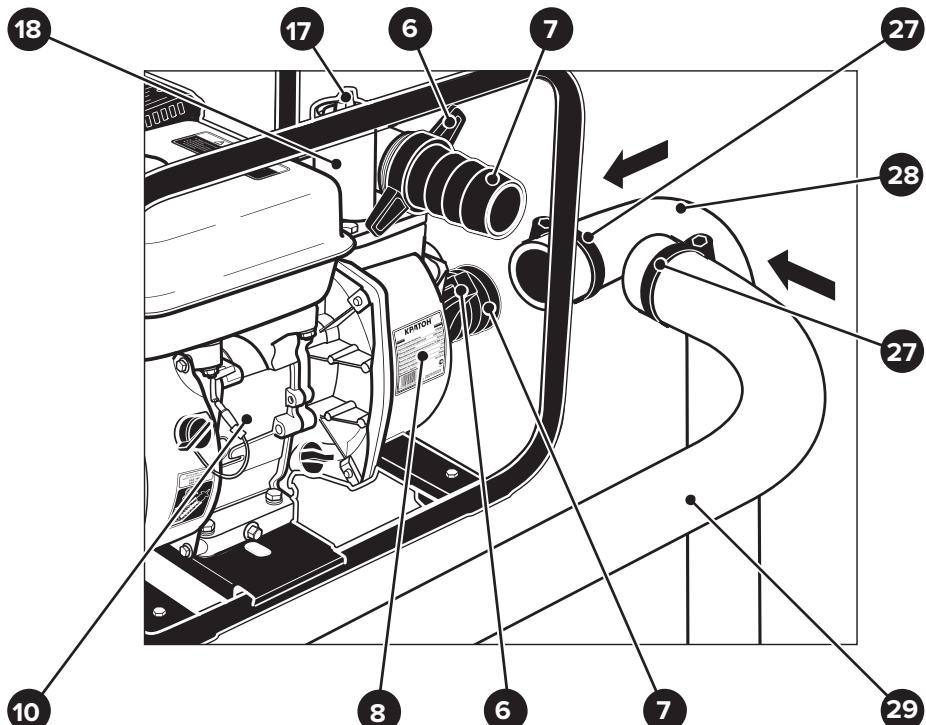

Рисунок 5 — Подсоединение всасывающего шланга и выпускного шланга к мотопомпе
- Установите выключатель 12 цепи зажигания двигателя 10 (см. рис. 2 и 10) в выключенное положение «OFF». При этом двигатель 10 остановится и прекратится выброс воды из выпускного шланга 29 (см. рис. 5). Закройте топливный кран, повернув рычаг 25 влево, по направлению от двигателя 10 (см. рис. 2 и 4).
- Если во время работы прекратится выброс воды из выпускного шланга 29 (см. рис. 5) немедленно остановите двигатель 10 с помощью выключателя 12 (см. рис. 2).
- После прогрева двигателя 10 медленно поворачивайте рычаг газа 26 к положению «МАКС» (см. рис. 13 и 16), установив тем самым необходимую частоту вращения двигателя, и, следовательно, отрегулировав производительность мотопомпы. Убедитесь, что имеется выброс воды из выпускного шланга 29 (см. рис. 5).
- **ВНИМАНИЕ!** В нижней части всасывающего шланга 28 (см. рис. 5 и раздел «Комплектность») должен быть установлен и закреплен с помощью хомута 27 сетчатый фильтр. Отсутствие сетчатого фильтра может привести к тому, что попавшие в центробежный насос 8 камни или куски грязи серьезно повредят его рабочее колесо.